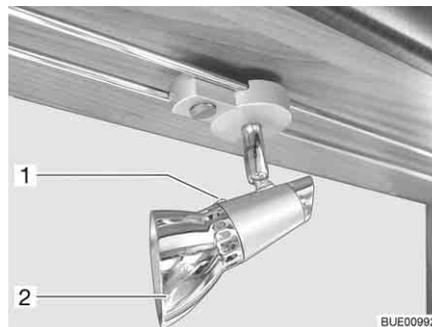

Bild 223 Halogenspotleuchte (verschiebbar)
- Befestigungsschraube (Bild 223,1) lösen.
- Lampenschirm (Bild 223,2) abnehmen.